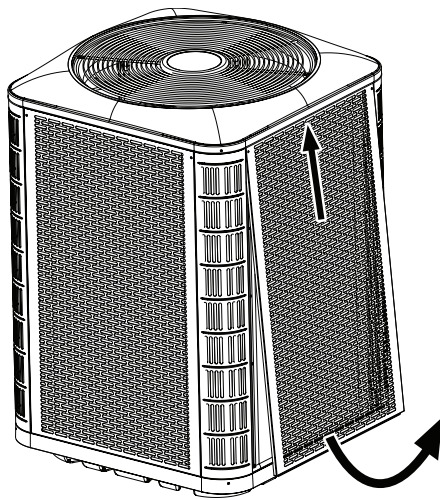
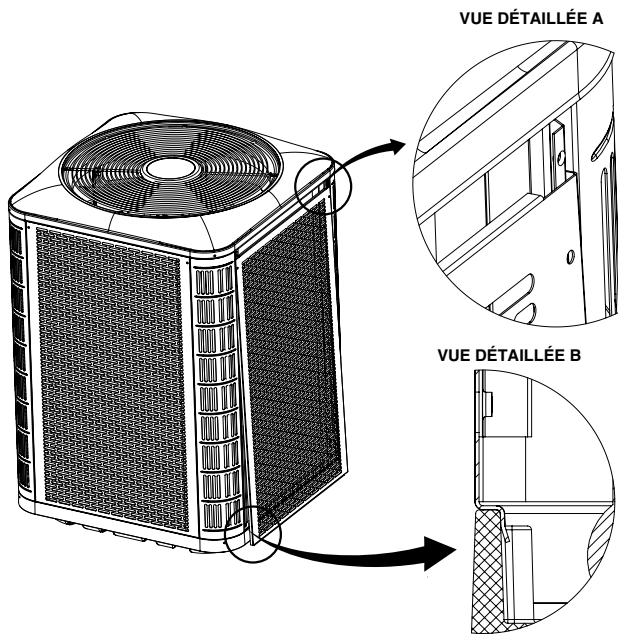

Figure 2. Désassemblage du panneau
Figure 3. Installation du panneau
- Pour accéder aux composants internes de l'appareil, consultez la Figure 2, \(page 6\) pour désassembler le panneau et la Figure 3, \(page 6\) pour installer le panneau.
2. Glissez le panneau vers le haut et le bac supérieur pour dégager la bride inférieure du bac inférieur. Voyez le Figure 2.
1. Insérez les coins supérieurs des brides latérales du panneau dans les rainures du montant de coin, tel que montré au Détail A de la Figure 3.